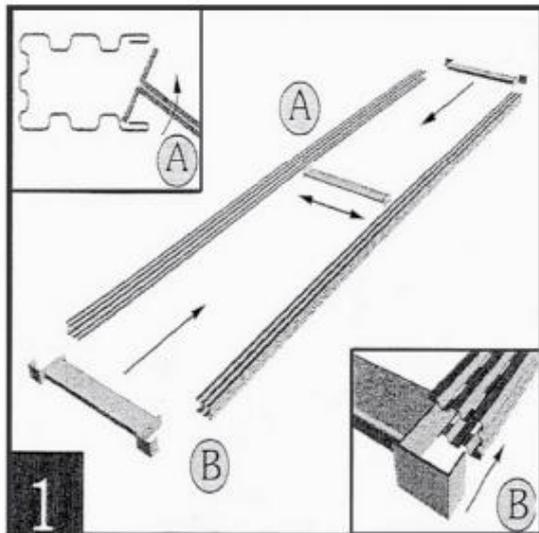

Рис.1 Сборка стоек (рамок)
1. Взять стойку и металлические стяжки, вставить поперечину, стяжки опоры в первый паз от загнутого края стойки (А) аналогичным образом вставьте во вторую стойку параллельно первой. Вставьте с торцов стоек стяжки опоры, и вы получите спаренную стойку (В) (рис.1).